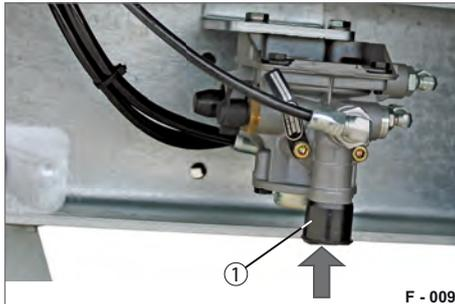

Abb. 11 Betriebsbremse lösen
- ▶ Löseventil (Abb. 11/1) drücken.